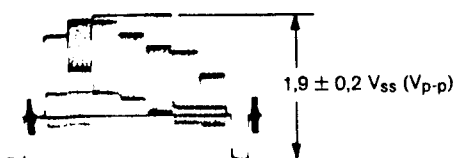

Fig. 5.10 E-E Video-Pegel
2. Oszillograph an TP 203 (VIDEO OUT) und mit R 244 (E-E LEVEL) 1,9 V_{SS} ohne Belastung einstellen (Fig. 5.10).
2. Oscilloscope to TP-203 (VIDEO OUT). Adjust R 244 (E-E LEVEL) for 1.9 V_{pp} without load (Fig. 5.10).